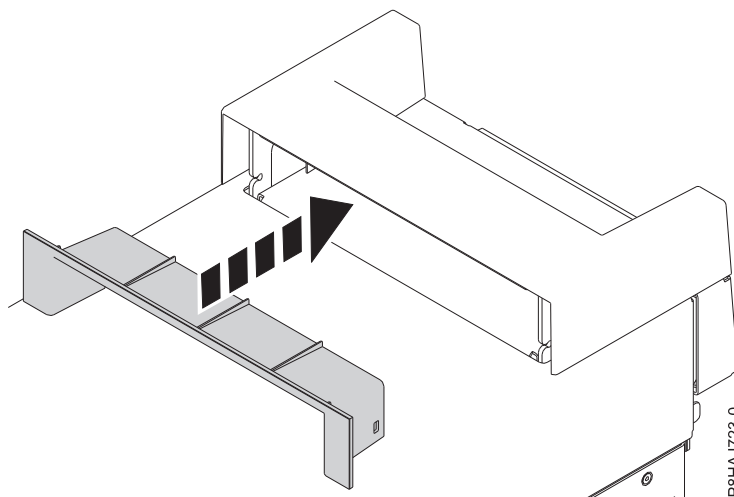

Figura 37. Inserción de la pieza en la tapa de asa en un sistema 8286-41A autónomo
2. Inserte la pieza en la tapa de asa presionándola con firmeza, tal como se muestra en la Figura 37.